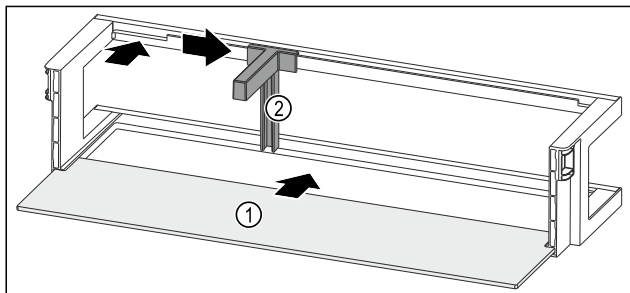

Fig. 252 Polica u vratima s policom za odlaganje
- ▶ Umetnite policu Fig. 252 (1) u bočna udubljenja.
- ▶ Držać za boce Fig. 252 (2) umetnite u otvor.
- ▶ Držać za boce Fig. 252 (2) pogurnite u željeni položaj na stranu.